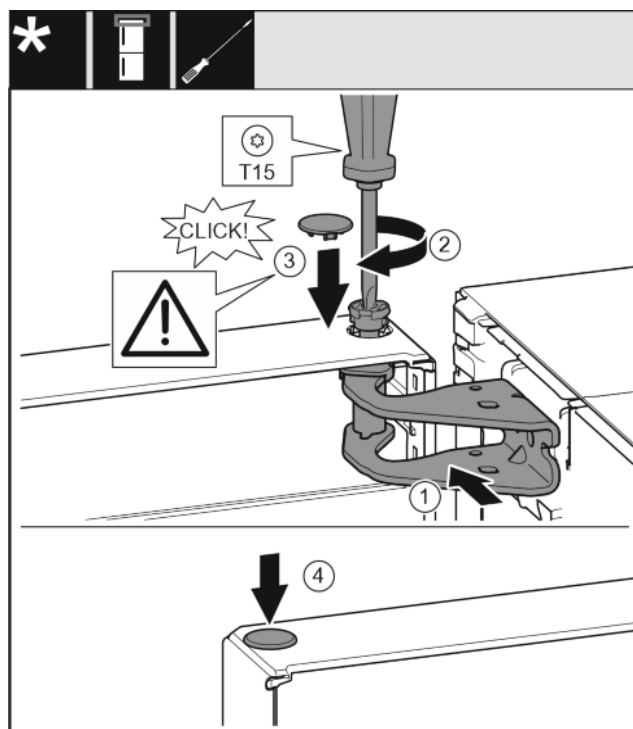

Fig. 17
- Orienter la porte en haut pour l'ouverture dans le support de palier. Fig. 17 (1)
- Poser le boulon et le visser avec un tournevis T15. Fig. 17 (2)
- Monter le cache de sécurité pour sécuriser la porte : Mettre en place le cache de sécurité et vérifier qu'il repose sur la porte. Sinon, enfoncer à fond le boulon. Fig. 17 (3)
- Mettre le bouchon en place. Fig. 17 (4)